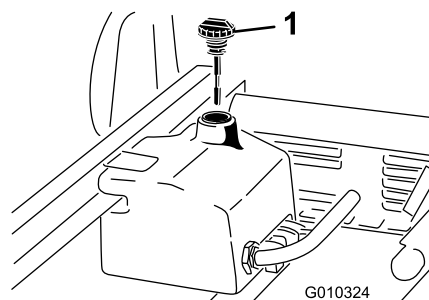

Figura 70
4. Pulite la zona intorno al collo del bocchettone e il tappo del serbatoio idraulico (Figura 70).
6. Togliete l'asta di livello (Figura 70) dal collo del bocchettone e pulitela strofinando con un panno pulito.